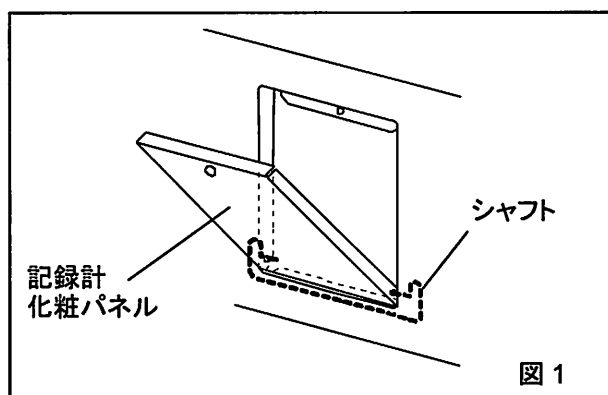

図1
1. 記録計取付位置にあるパネルの固定ネジを外して、記録計化粧パネルを手前に開いてください。その後、シャフトを左右に広げて記録計化粧パネルを外してください。(図1参照)